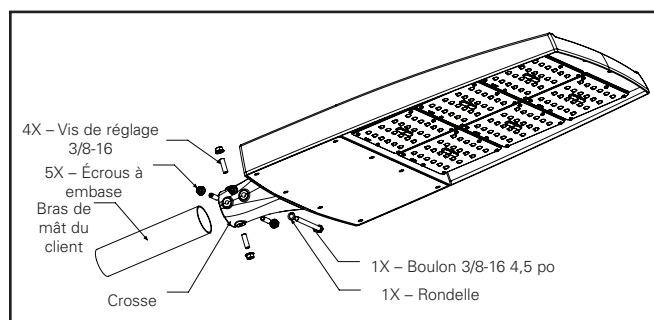

Figure 8.
3. Ouvrez la porte du luminaire en desserrant les huit (8) vis à tête cruciforme (ou les vis à serrage à main, le cas échéant) de la porte, comme montré à la Figure 8.
- Retirez le passe-fil sur les fils du luminaire situés à l'arrière du luminaire comme montré à la Figure 8. Une fois retiré, le luminaire ne possède plus son indice de protection.
Crosse, fixe (fig. 8)